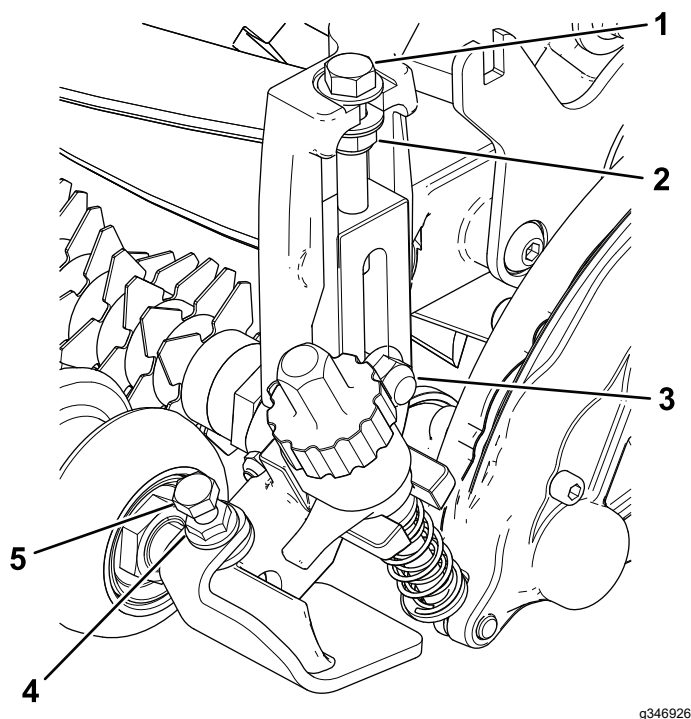

図 13
5. 刈高ブラケットアセンブリをサイドプレートに固定しているキャリッジボルトとロックナットを外す図 13。
6. 刈高調整ボルトについているロックナットを締めつけ、締め付け位置から  $\frac{1}{2}$  回転戻す 図 13。
7. 前ローラを、左右の刈高ブラケットの間にセットし、キャップスクリューとフランジナットで固定する 図 13。